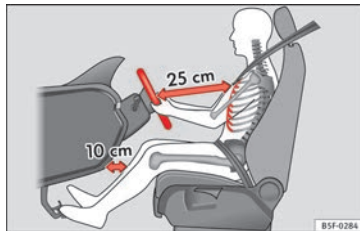
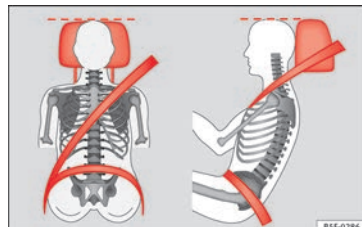

Bild 80 Avståndet mellan föraren och ratten måste vara minst 25 cm
Bild 81 Rätt inställt säkerhetsbälte och nackskydd
nackskyddet » bild 80 och » bild 81 som möjligt.
- Ställ in ratten så att avståndet mellan raten och bröstkorgen är minst 25 cm » bild 80 och så att du kan hålla i utsidan av ratten med båda händerna vid positionen för klockan 9 och klockan 3 med armarna lätt böjda.
- Ställ in framsätet framåt och bakåt så att du kan trycka ned gas-, broms- och kopplingspedalen helt med knäna lätt böjda och med ett avstånd mellan knäna och instrumentpanelen på minst 10 cm » bild 80.